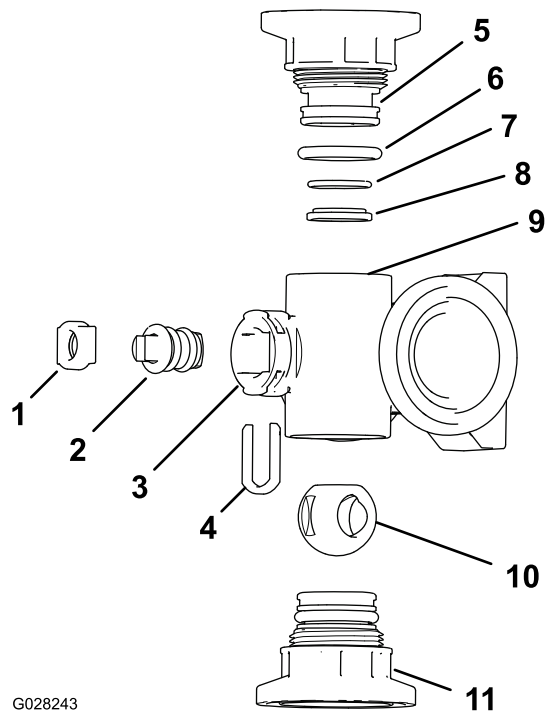

Bild 84
2. Nehmen Sie das Anschlussstück mit den zwei Endkappen von jedem Ende des Verteilergehäuses ab (Bild 84 und Bild 85).
- Nehmen Sie den Schafthalter aus den Schlitzen im Schaftanschluss im Verteiler heraus (Bild 84 und Bild 85).
- Nehmen Sie den Schafthalter und den Ventilschaftsockel aus dem Verteiler heraus (Bild 84 und Bild 85).
- Fassen Sie in das Verteilergehäuse und nehmen Sie den Ventilschaft heraus (Bild 84 und Bild 85).
- Überprüfen Sie den Zustand der O-Ringe des Auslaufanschlussstücks (nur Abschnittventilverteiler), der Endkappen-O-Ringe, der hinteren O-Ringe und den Kugelsockel auf Beschädigungen oder Abnutzung (Bild 84 und Bild 85).
- Fetten Sie den Ventilschaft ein und setzen ihn in den Ventilschaftsockel (Bild 84 und Bild 85) ein.
- Setzen Sie den Ventilschaft und den Sockel in den Verteiler und befestigen Sie den Schaft und den Sockel mit dem Schafthalter (Bild 84 und Bild 85).
- Stellen Sie sicher, dass die hinteren O-Ringe und der Kugelsockel ausgefluchtet sind und im Endkappen-Anschlussstück sitzen (Bild 84 und Bild 85).
- Bringen Sie das Endkappen-Anschlussstück am Verteilergehäuse an, bis der Flansch des Endkappen-Anschlussstücks das Verteilergehäuse berührt (Bild 84 und Bild 85), drehen Sie das Endkappen-Anschlussstück dann um eine weitere Achtel- oder Vierteldrehung.